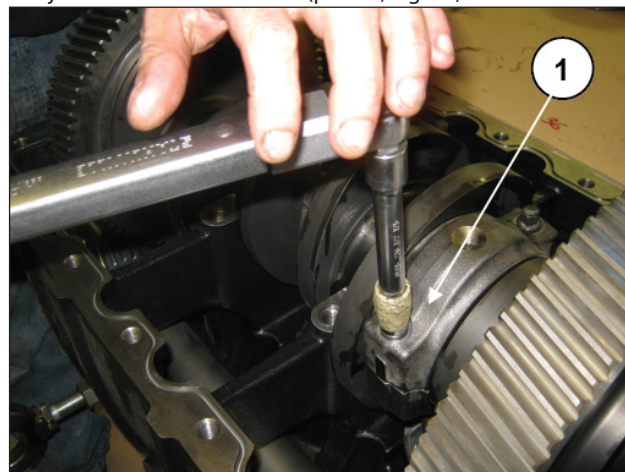

Fig. 28
Aflojar los tornillos de la biela (pos. ①, Fig. 28).